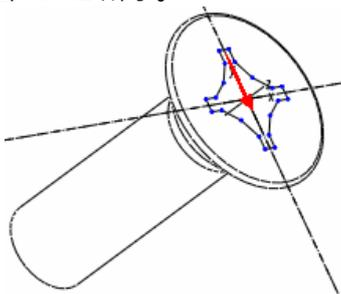

图 33-12
- (14) 单击草绘工具栏中的  按钮，完成第 3 个截面的绘制。在弹出的【端点类型】菜单中选择【尖点】选项。
- (15) 明确材料移出方向，如图 33-12 所示。